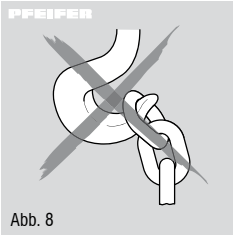

Abb. 8
- Das Entfernen der Sicherheitsbügel von Trag- bzw. Lashaken ist unzulässig (Abb. 8).